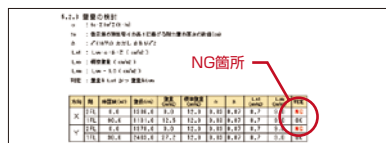

図8 壁量の検出力例
- ・壁量や壁率の判定や断面検定図などでは、NG箇所を赤色で表示して出力しますので、計算結果のなかで問題がある箇所をひと目で確認できます(図8)。